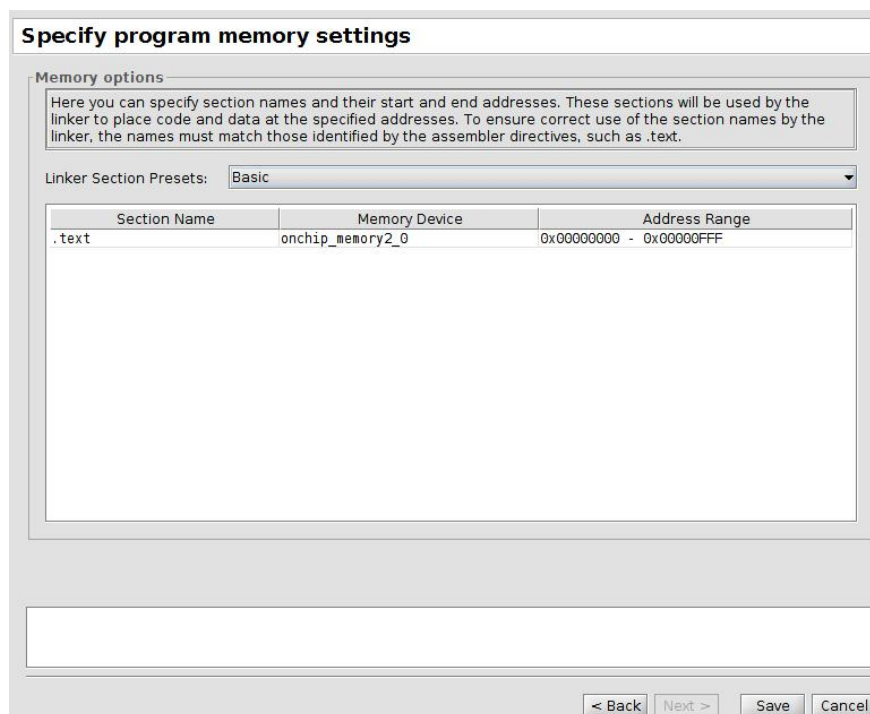

Рис. 22. Закладка Specify program memory settings
28. На останній вкладинці (рис. 22) натисніть *Finish*, або *Save*.